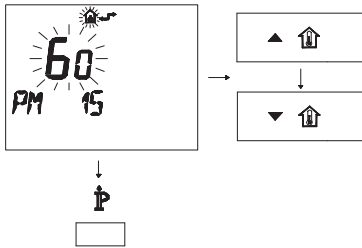

Fig. 5.52
- Modificare il SET programmato agendo sui pulsanti \blacktriangle \uparrow o \blacktriangledown \downarrow fino a visualizzare un **set di 60**, aspettare che il numero programmato cominci a lampeggiare (Fig. 5.52).